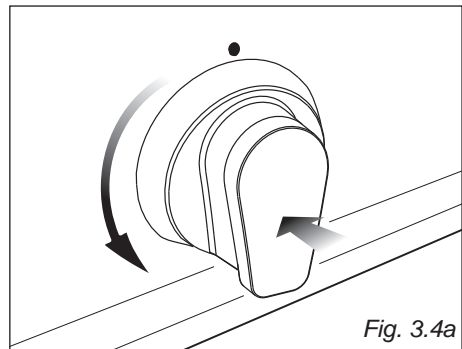

Fig. 3.4a
1. Poussez et tournez le bouton dans le sens antihoraire jusqu'à la position  (ouverture maximale de la couronne intérieure) ou  position (ouverture maximale des couronnes intérieure + extérieure), enfoncez et tenez le bouton jusqu'à ce que les flammes s'allument (fig. 3.4a or 3.4b).